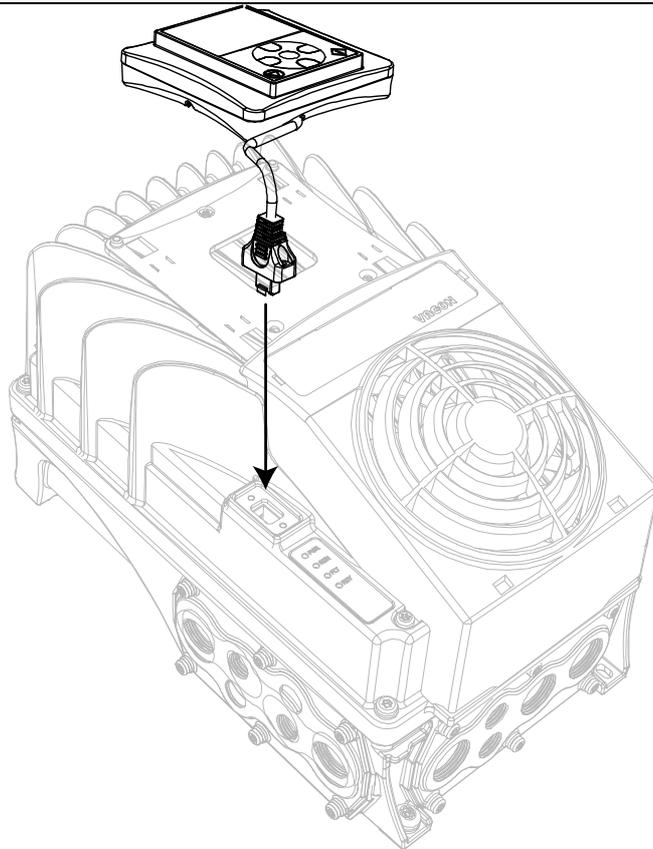

Figura 53. Montaje del panel.
- Conecte el panel al convertidor y enchufe el cable del conector HMI como se muestra en la Figura 53 y la Figura 54.